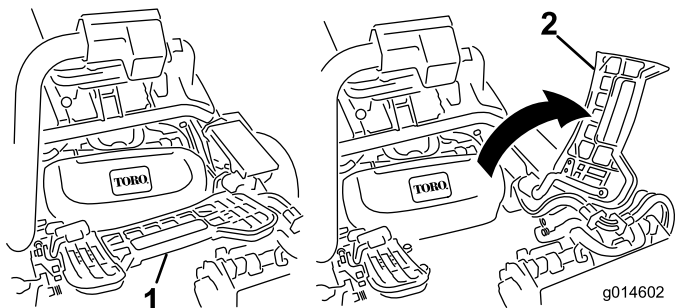

Figura 57
2. Sollevate il poggiapiedi e ruotatelo fino all'apertura, per consentire l'accesso alla posizione dell'apparato di taglio centrale. (Figura 57)